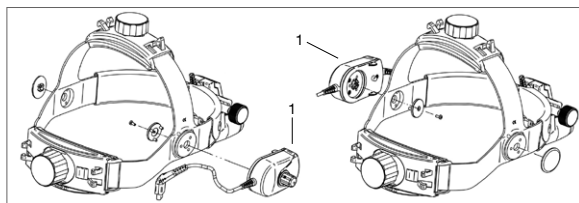
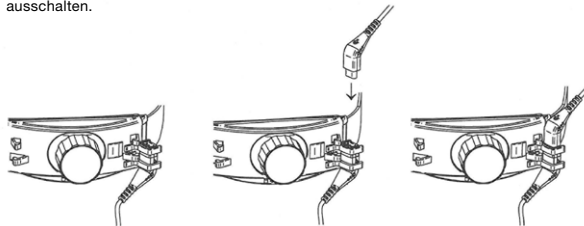

Abb. 3 Montage des Kopfbandreglers
Abb. 4
Sie können den Kopfbandreger (1) auf der linken oder rechten Seite des Kopfbandes montieren (s. Abb. 3). Mit dem Kopfbandreger (1) können Sie dann stufenlos die Helligkeit regeln.
Für den Betrieb der ML4 LED mit dem mPack oder EN50 verbinden Sie das kurze Kabel des Helligkeitsreglers mit dem Verbindungskabel mPack UNPLUGGED/Cinch und befestigen Sie dieses an der hinteren Segmentabdeckung des Kopfbandes (s. Abb. 4). Schließen Sie das Instrument an der Cinch-Buchse des mPack oder EN50 an. Mit dem Regler (1) (Abb. 3) können Sie die Helligkeit einstellen bzw. das Gerät ein- und ausschalten.